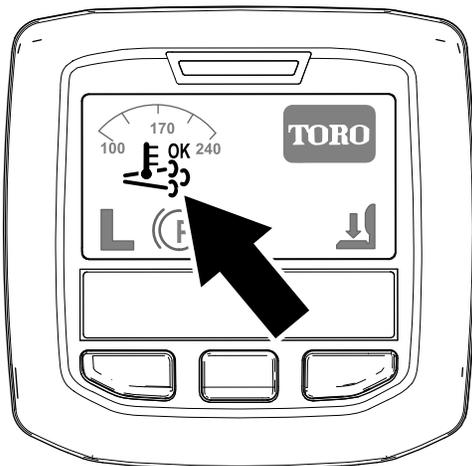

Figura 29
- Nell'InfoCenter viene visualizzata l'icona di rigenerazione assistita/ripristino (Figura 29).